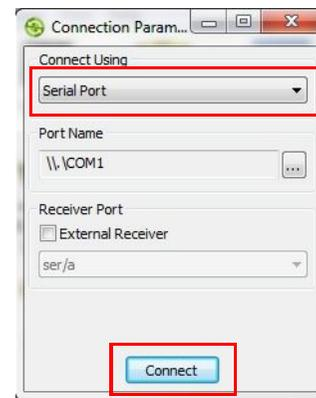

Рис. 7: Окно Параметры подключения
- c. В окне Параметры подключения (Рис. 7) выберите Последовательный порт и название порта, и затем нажмите Подключиться.